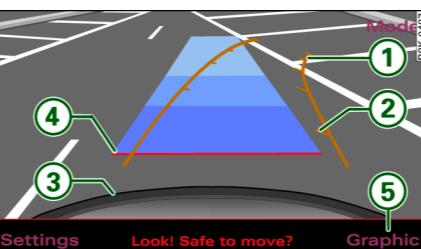

图 185 MMI 显示屏：测
- 如要调出视觉的提示，请按压 **Graphic**（图像）控制按钮 ⇒ 图 185 ⑤。
- 转动方向盘，直到橙色定向线①进入停车空档 ⇒ 第 141 页，图 185。借助标记 ②，您可以估计至障碍物的距离。每格标记相当于 1 米。蓝色标记面显示车辆轮廓向后约 5 米的延伸。
- 请倒车，在行驶过程中借助橙色停车空档定向线选择合理转向角度 ⇒ ①。③ 标志着后保险杠。如果定位线④ 接触到一个物体，那么最迟在此时不得再倒车 ⇒ !